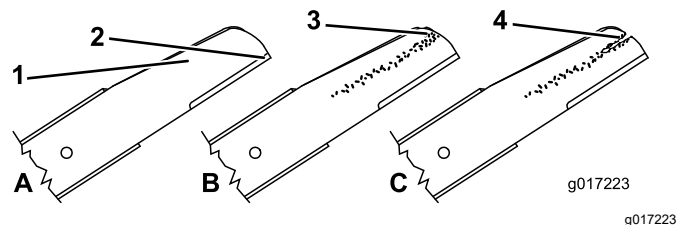

Figure 34
1. Examinez le tranchant des lames (Figure 34). Si elles sont émoussées ou présentent des indentations, déposez les lames et affûtez-les ou remplacez-les.
2. Inspectez les lames, en particulier l'ailette (Figure 34). Remplacez immédiatement toute lame endommagée, usée ou qui présente une entaille.